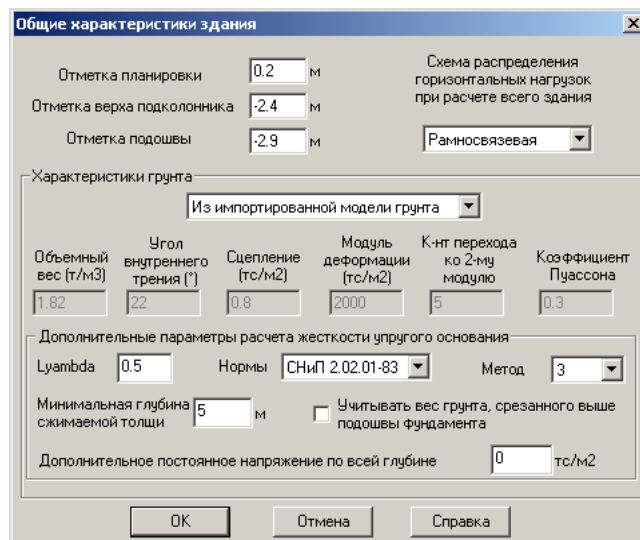

Рис. 11.9.4. Окно диалога
- В окне диалога **Общие характеристики здания** (рис.11.9.4) выполните следующие действия: